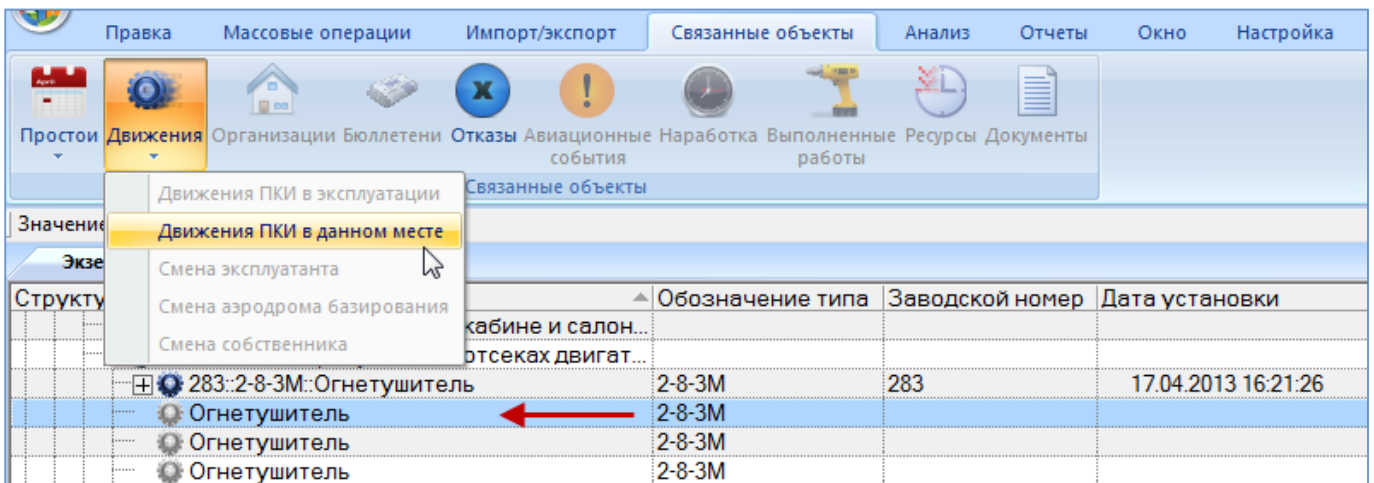

Рис. 13-133 – Открытие окна движений ПКИ в данном месте
- 3) Нажать кнопку «Движения» панели «Связанные объекты» и из раскрывшегося списка выбрать пункт «Движения ПКИ в данном месте» (рис. 13-133).